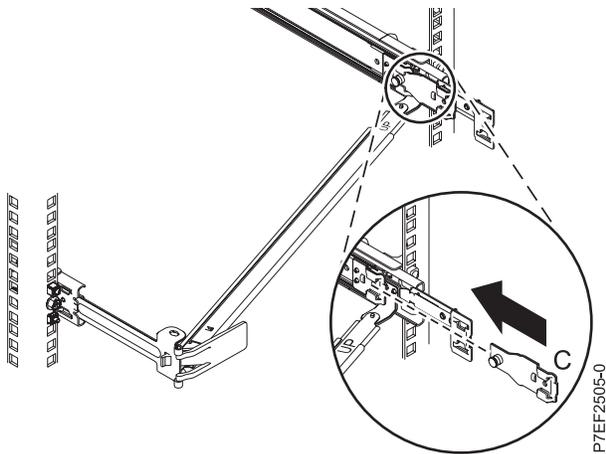

Abbildung 16. Befestigungswinkel in Schiene installieren
5. Verbinden Sie den Befestigungswinkel (**C**) mit der Aussparung auf der Innenseite der rechten Schiene, indem Sie den Befestigungswinkel (**C**) in die Schiene schieben, bis der gefederte Stift einrastet, wie in Abb. 16 auf Seite 13 dargestellt.